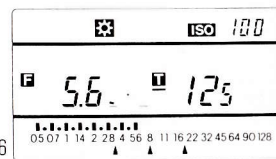
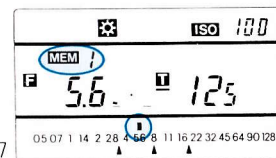

図36
図37
①測定後メモリーキーを押すと **MEM 1** となりアナログ部に・又は **■** で1/2絞り単位で表示がされます。(図36)(図37)
②メモリーは測定毎に5回までできます。
③6回目にメモリーキーを押すとメモリーエラー **MEM E** と表示され、メモリーはできません。
④メモリーされた値はMリコールキーを押すと1回目、2回目……とデジタル部に順次呼出せませす。
⑤ **MEM 0** 表示とメモリー値の解除はM、OFFキーを押して下さい。